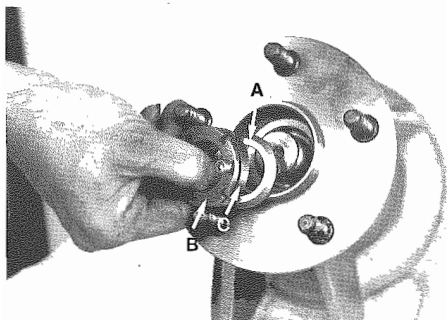

Fig. 21 - A - Rondella
- La ghiera e la rondella devono essere montate nella posizione di **Fig. 21**.
- Ring nut and washer must be assembled in the position shown in **Fig. 21**.